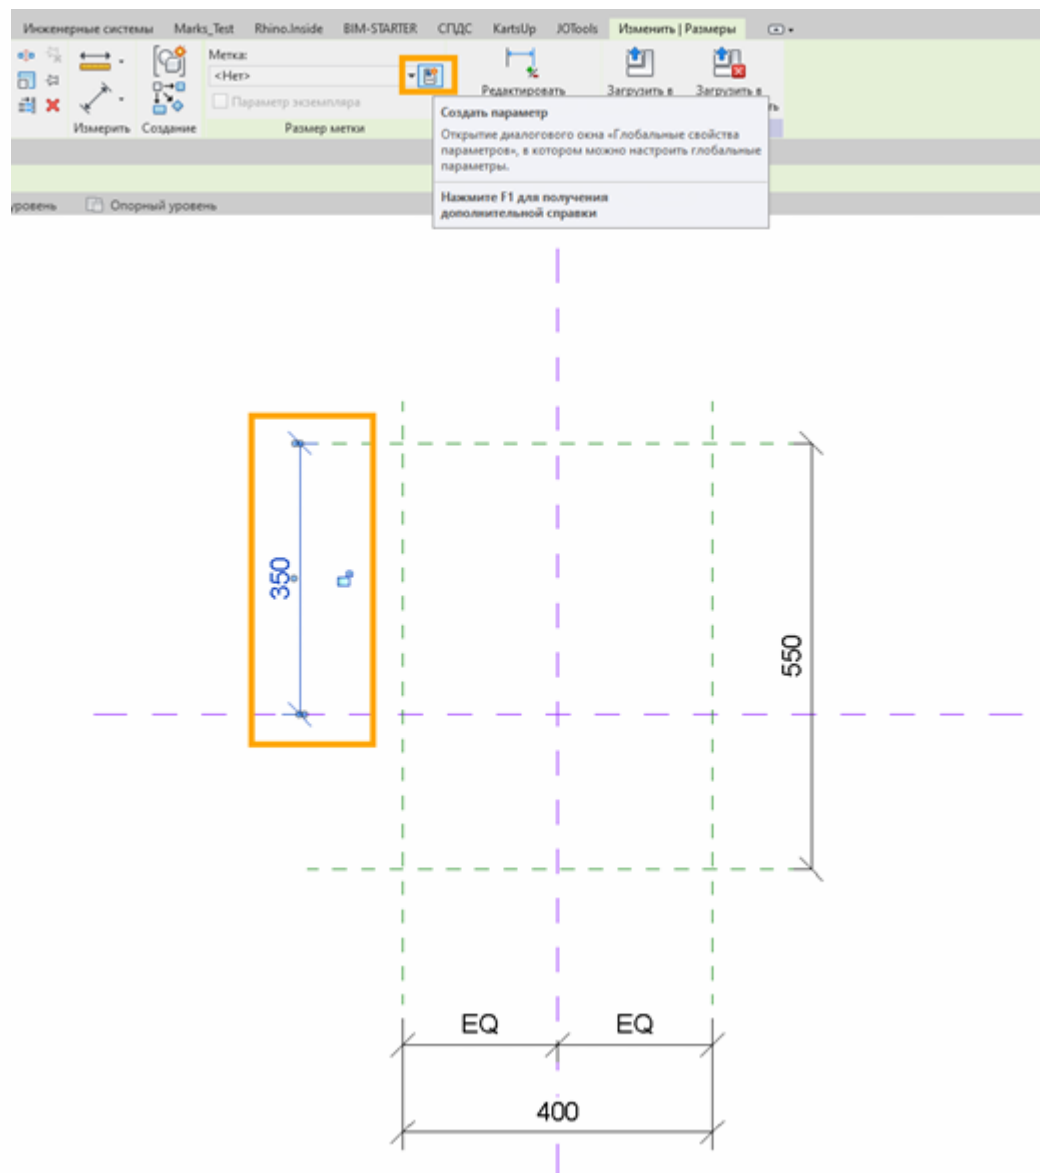

Рисунок 11
4. Назначьте параметры на изменяемые размеры. Для этого выделите размер и нажмите кнопку «Создать параметр» на ленте (см. Рисунок 11).